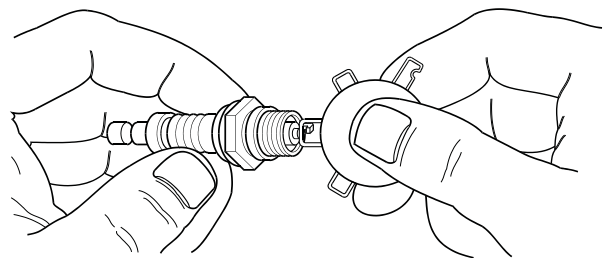

Figura 6-7. Separación de la bujía
3. Compruebe la separación de electrodos con un calibre de espesores de alambre y, de ser necesario, vuelva a ajustar la separación de la bujía a la recomendada (vea Especificaciones) (Figura 6-7.).